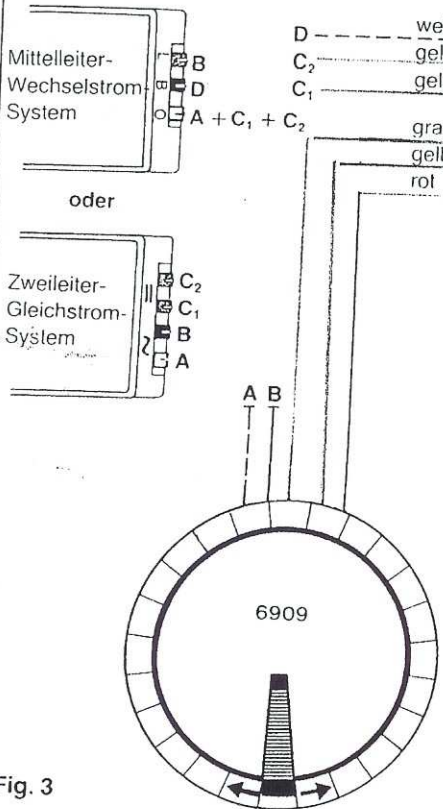

Fig. 3
**Connecting current to the platform: Middle conductor AC systems:** The two yellow twin-wire C1 + C2 of the turntable are connected to one, the white wire D to the other terminal of the AC drive current connection on the regulating transformer. **Two-wire DC system:** The yellow twin-wire C1 + C2 of the turntable is connected to the DC terminals on the regulating transformer. The white wire D rests unused. Current for the rail itself depends on the position of the platform. Thus only the line from the turntable is provided with current. All the other lines remain without current, making it possible to leave locos there. Current must be turned off when the platform is being turned (Fig. 3).
**Courant de traction dans le pont tournant: Système à 3 rails courant alternatif:** Les 2 fils jaunes C1 + C2 sont raccordés ensemble à une des bornes, tandis que le fil blanc D est raccordé à la seconde borne du courant alternatif de traction au transformateur réglable. **Système à 2 rails courant continu:** Les 2 fils jaunes C1 + C2 de la plaque tournante sont raccordés aux bornes de courant continu réglable = du transformateur. Le fil blanc D reste inutilisé. Les voies qui sont issues de la plaque tournante reçoivent du courant de traction suivant la position du pont tournant; celui-ci n'alimente donc que les voies vers lesquelles il est orienté. Toutes les autres voies sont hors tension, ce qui permet d'y garer des locomotives. Il faut donc couper le courant de traction aussi longtemps que le pont tourne (fig. 3).
**Rijstroomaansluiting van de brug. 3-Rail-Wisselstroomstelsel:** De twee gele draden C1 + C2 van de draaischijf worden samen aan de ene klem en de witte D aan de andere klem verbonden. Het betreft hier de klemmen van de rij-wisselstroomaansluiting op de regeltransformator. **2-Rail-gelijkstroomstelsel:** Het gele tweelingsnoer C1 + C2 van de draaischijf wordt aan de gelijkstroomkant van de regeltransformator aangesloten. De witte draad D wordt in dit geval niet gebruikt. De rijstroombetvoering aan de afzonderlijke rails gebeurt over de brug, afhankelijk van de plaats van de brug. ER worden daarom alleen die rails met stroom voorzien, in welke richting de brug staat. Alle andere rails blijven stroomloos, zodat op elk moment lokomotieven uitgeschakeld kunnen worden. Tijdens het draaien van de brug moet de rijstroom uitgeschakeld blijven (Fig. 3).